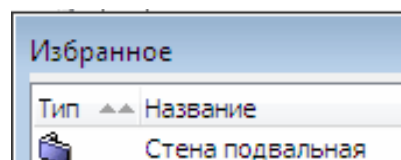

Рис. 72
9. В панели **Избранное** активируйте элемент **Стена подвальная** двойным щелчком на его имени в списке (рис. 72).